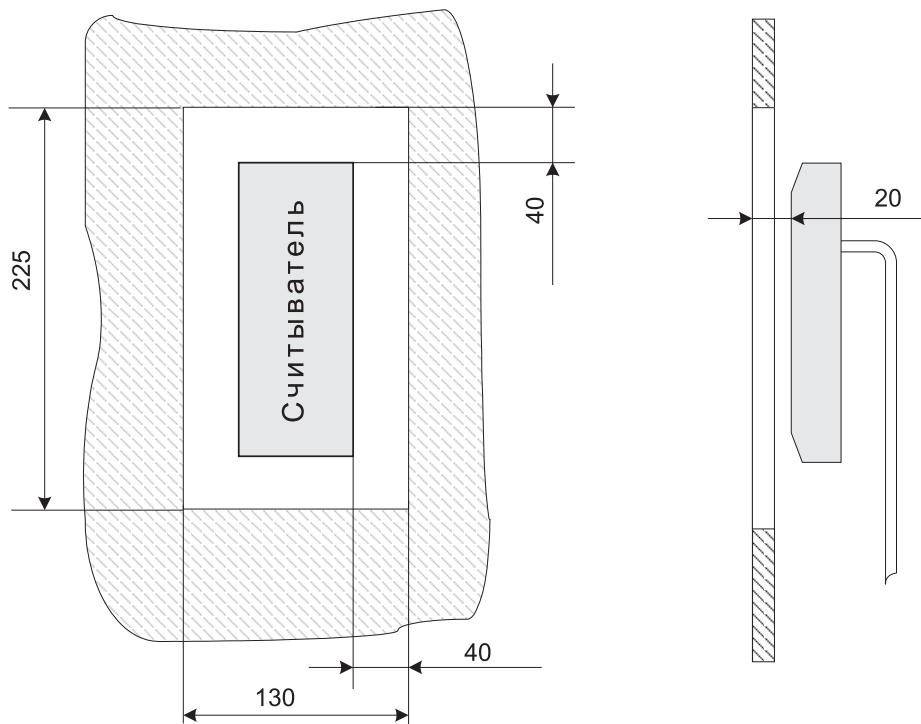

Рисунок 2. Установка считывателя за металлической поверхностью
- При установке считывателя за металлической поверхностью, в ней необходимо вырезать окно, напротив которого, равноудалено от краев окна, и устанавливается считыватель (см. рис. 2), при этом размеры окна должны быть не менее 225×130 мм. Само окно может быть закрыто неметаллической вставкой (например, из пластика), а считыватель